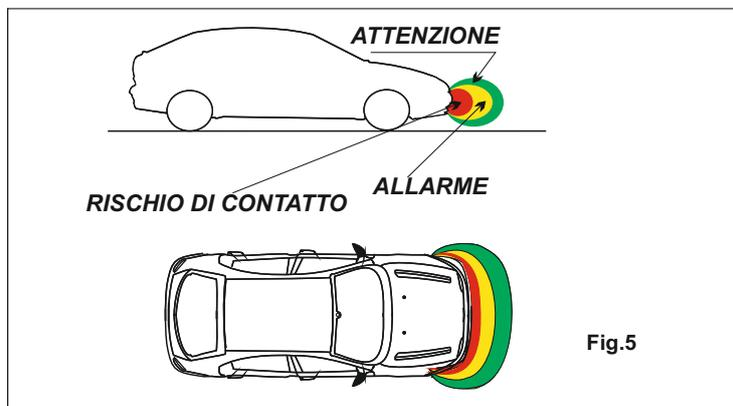

Fig.5
L'attivazione del dispositivo avviene premendo il pulsante di attivazione (quadro strumenti acceso) e confermata da un segnale di "OK" all'atto dell'attivazione. Una volta attivato l'EPS-FRONT genera intorno al paraurti, su cui è installato, una zona di protezione (Fig. 5). Quando un qualsiasi ostacolo, presente nella zona di protezione, tende ad avvicinarsi al paraurti si udrà una serie di segnali acustici.
- Le distanze indicate variano a seconda della dimensione dell'ostacolo, e corrispondono alla zona centrale del paraurti mentre sugli spigoli laterali la distanza è inferiore (Fig. 5).
1. In presenza di pioggia di una certa intensità, il sistema riduce automaticamente la sua sensibilità onde eliminare una parte di falsi allarmi che possono essere generati dal movimento di acqua sul paraurti. In questa situazione potrebbe venire eliminata la zona di **allarme** e mantenuta soltanto la segnalazione di **rischio di contatto** (Fig. 5).